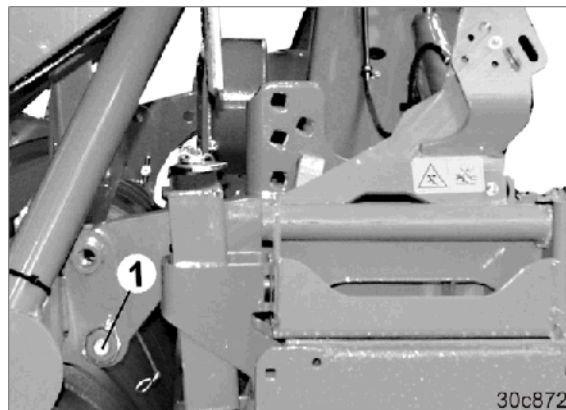

Рис. 80
4. Вставьте в нижнее отверстие каждого из двух кронштейнов по одному пальцу (Рис. 80/1) нижних тяг.